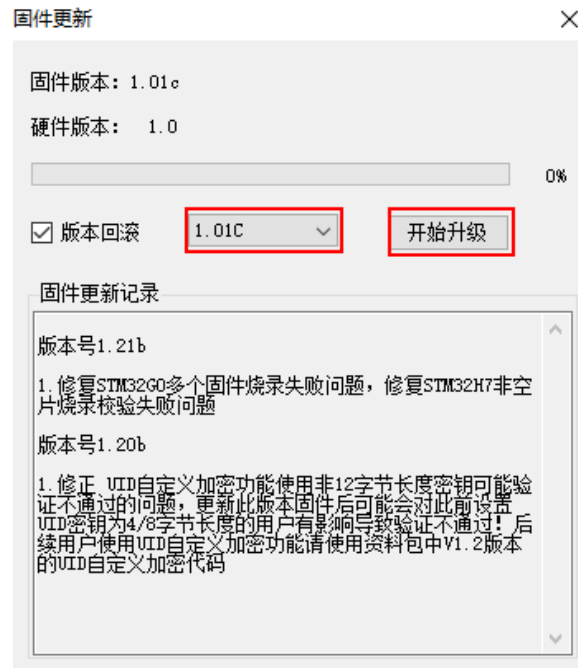

图 5-3 开始升级
3、选择升级的固件的版本，一般选择最新的固件版本即可，点击【开始升级】即可，如图 5-3 所示。